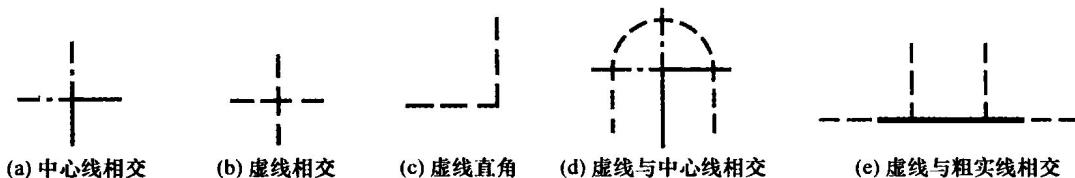

图 1-5 图线相交的画法
(1) 两线段相交时, 应线段与线段相交, 如图 1-5 (a)、(b)、(c)、(d) 所示。
(2) 虚线与粗实线相交时, 当虚线在粗实线的延长线上时虚线与粗实线间应留有空隙; 当虚线与粗实线垂直相交时, 则虚线必须与粗实线相交在一起, 如图 1-5 (e) 所示。